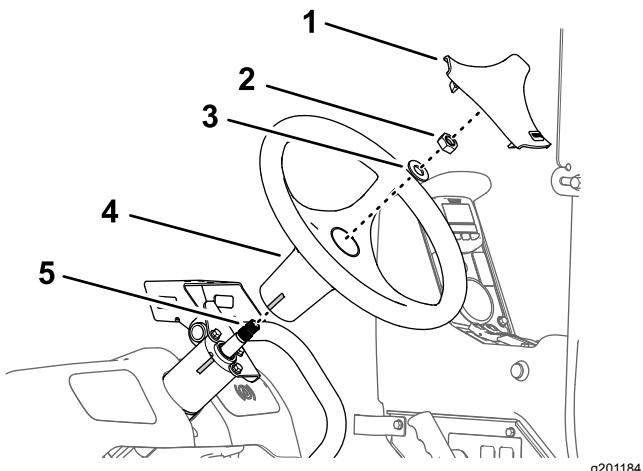

Figura 163
- Alinhe a marca da fita no volante com a marca na caixa da válvula da direção (Figura 163).
- Monte o volante no eixo da válvula da direção (Figura 163) com a anilha (5/8 pol.) e porca (5/8 pol.) que retirou no passo 3 de Remoção do volante (página 73).